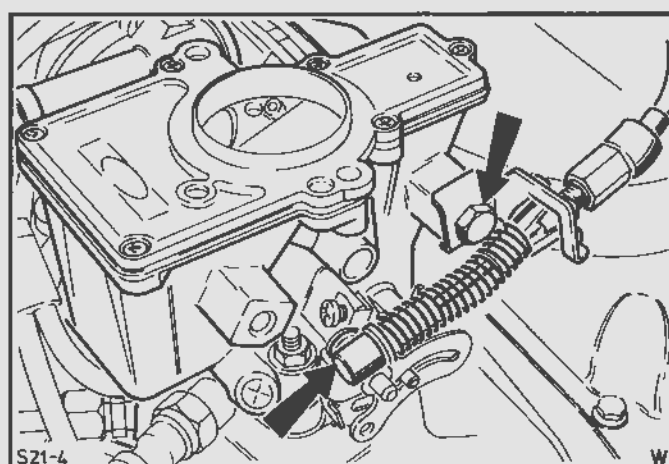

Fig.24. Monter gaskabel med beslag
25. Monter gaskabel med beslag, Fig.24.